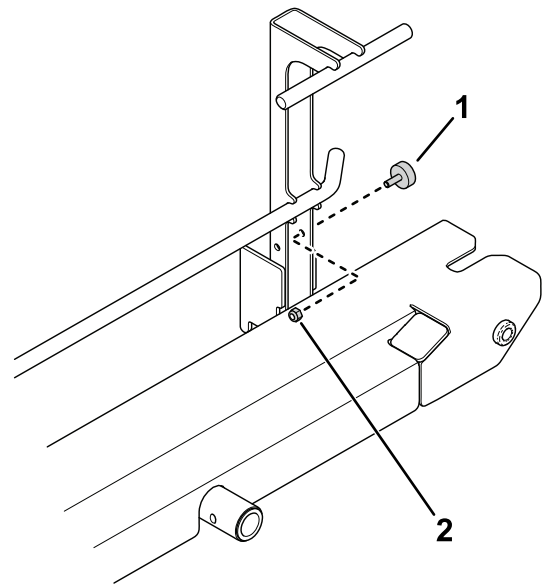

Figura 11
3. Utilice una tuerca (1/4") para instalar un tope en el conjunto de la rampa (Figura 11).